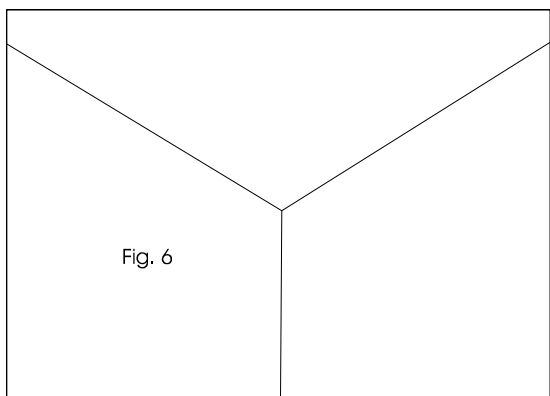

Fig. 6
10. Découper la planche de contreplaqué de 48 cm X 36 cm comme une enveloppe (fig 6) pour faire les 3 portes.